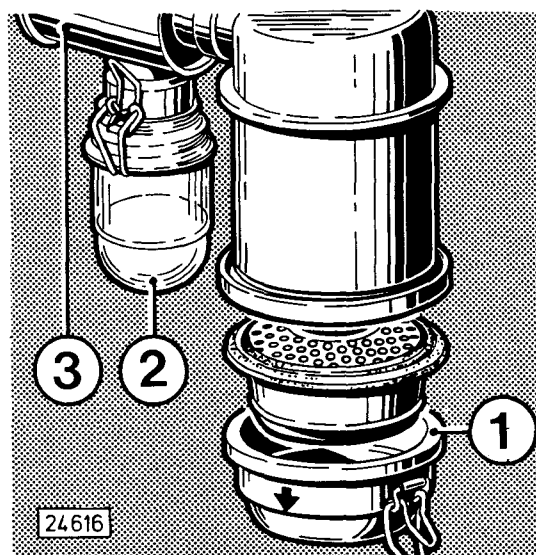

Fig. 17
Muß vor Inbetriebnahme seine Ölfüllung erhalten (Topf 1 Fig. 17). Hier ist das gleiche Öl wie für den Motor zu verwenden. In den evtl. vorhandenen Staubsammelbehälter (2) des Vorabscheiders (3) darf kein Öl eingefüllt werden; er dient nur zur Aufnahme des ausgeschiedenen Staubes.